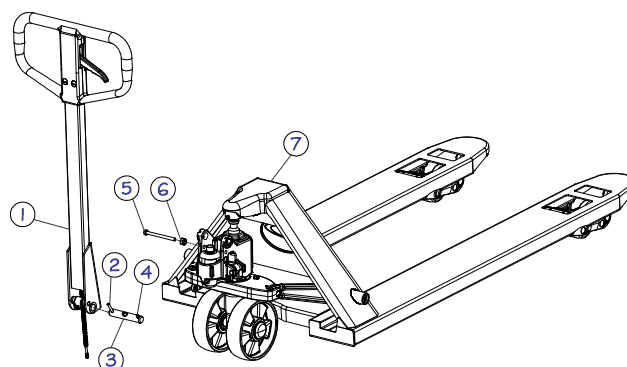

Figura 6 - Montagem da alavanca
Antes da montagem, identificar os 7 itens da ilustração ao lado (figura 6):
Antes del montaje, identificar los 7 elementos de la ilustración al lado (figura 6):
Abaixe a Alavanca(1) e retire o Parafuso(5) e porca(6) (Figura 6).
- d) Baja la palanca (1) y quitar el tornillo (5) y la tuerca (6, figura 6).